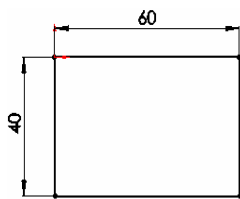
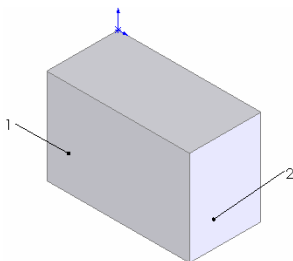
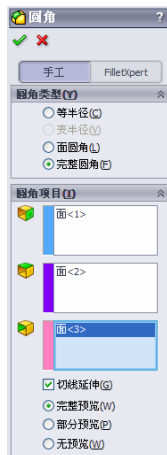

图 5-34 绘制草图
图 5-35 拉伸图形
图 5-36 “圆角”属性管理器
① 设置基准面。在左侧的“FeatureManager 设计树”中用鼠标选择“前视基准面”作为绘制图形的基准面。
② 绘制草图。选择菜单栏中的“工具”→“草图绘制实体”→“矩形”命令,以原点为一角点绘制一个矩形并标注尺寸,结果如图 5-34 所示。
③ 拉伸实体。选择菜单栏中的“插入”→“凸台/基体”→“拉伸”命令,将上一步绘制的草图拉伸为“深度”为 30 的实体。
④ 设置视图方向。单击“标准视图”工具栏中的“等轴测”图标,将视图以等轴测方向显示,结果如图 5-35 所示。
⑤ 执行圆角命令。选择菜单栏中的“插入”→“特征”→“圆角”命令,此时系统弹出“圆角”属性管理器。
⑥ 设置属性管理器。在“圆角类型”一栏中,选择“完整圆角”复选框;在“圆角项目”的“边侧面组 1”一栏中,用鼠标选择如图 5-35 所示中的面 1;在“圆角项目”的“中央面组”一栏中,用鼠标选择如图 5-35 所示中的面 2;在“圆角项目”的“边侧面组 1”一栏中,用鼠标选择如图 5-35 所示中的与面 1 对应的背面,其他设置如图 5-36 所示。